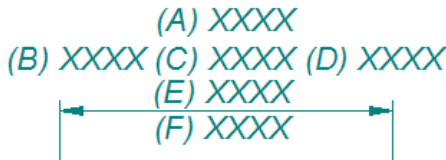

Рис. 2.9.47. Окно Префиксы, расположение префиксов относительно номинала размера
Чтобы добавить дополнительный текст сверху (A), перед (B), после (D) или снизу 1 (E, над размерной линией) и снизу 2 (F, под размерной линией) относительно значения размера (C), необходимо воспользоваться окном **Префиксы** (рис. 2.9.47), которое вызывается соответствующей кнопкой  на шаге **Допуск** в меню команды размера. В появившемся окне представлен набор специальных символов, включая, например, обозначение диаметра, длины дуги, градуса, \pm и т. д.